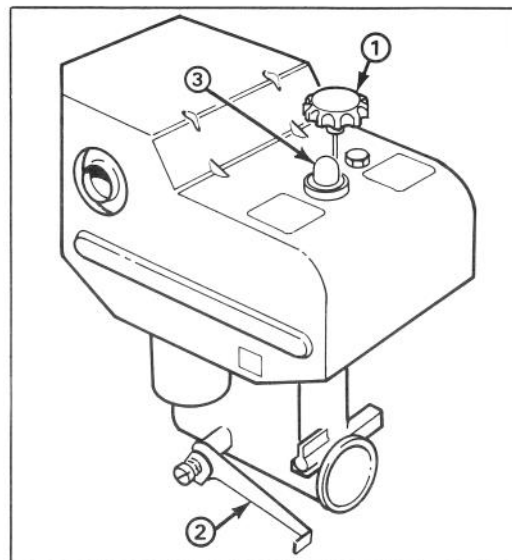

Abbildung 10
**Drossel** (Abb. 10)—Ziehen der Drossel nach oben erhöht die Motordrehzahl.
**Choke** (Abb. 10)—Der Choke befindet sich an der linken Seite des Motors. Zum Starten des kalten Motors den Choke nach unten auf VOLL schieben, und bei zunehmender Erwärmung den Choke wieder langsam auf AUS bringen.
**Tupfer** (Abb. 10)—Als Kaltstarthilfe den Tupfer drücken, damit eine kleine Menge Benzin in den Motor eingespritzt wird.
3. Den Choke ganz aufdrehen (Abb. 10).
5. Den Tupfer (Abb. 10) fünfmal drücken.
7. Nachdem der Motor angesprungen ist, den Choke (Abb. 10) sofort in  $\frac{3}{4}$ -Stellung bringen. Bei zunehmender Erwärmung des Motors den Choke zunächst auf  $\frac{1}{2}$ , dann auf AUS stellen. Stottert der Motor, den Choke wieder auf  $\frac{1}{2}$  und nach genügender Erwärmung wieder auf AUS stellen. Stottert der Motor, den Choke wieder auf  $\frac{1}{2}$  und nach genügender Erwärmung wieder auf AUS stellen.